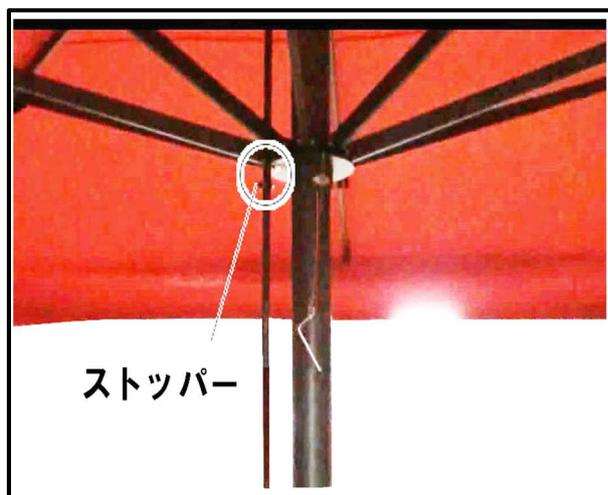

図.13
- ① 支柱上部の円盤状の鉄板の凸部に、操作棒ストッパーの凹部を引っ掛けて 固定します。(図.13)